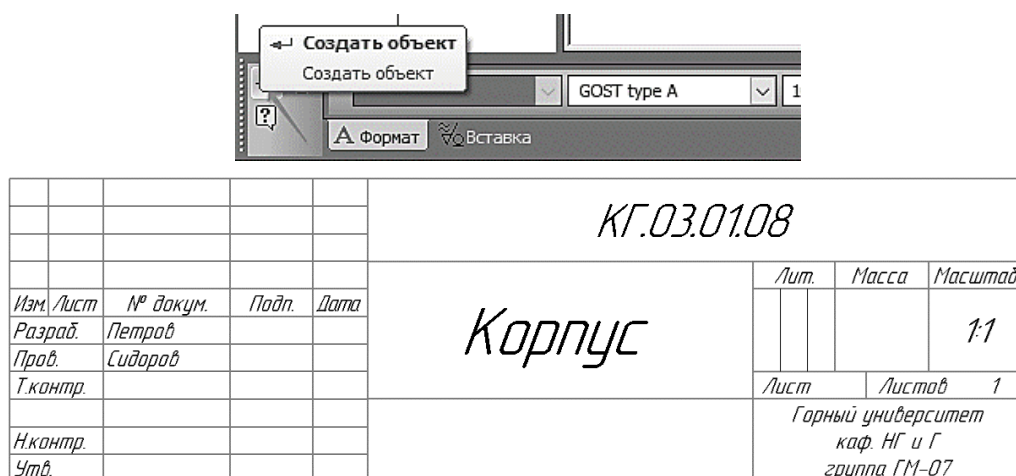

Рис. 90. Заполнение основной надписи
2.2 Заполните графы, нажмите кнопку **Создать объект**  на Панели специального управления. После этого штамп будет закрыт (рис. 90).